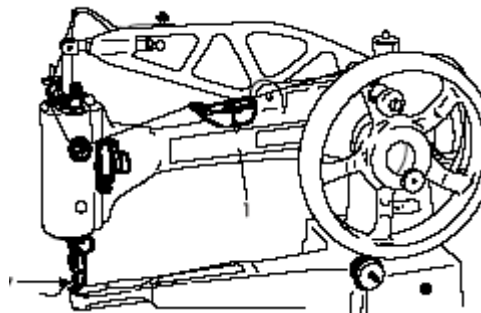

Рис. 20
2. Поднимите проволочный направитель в маслосборнике на верху рукава и пропустите нить под направителем 1, затем прижмите направитель обратно в обычное положение. См. Рис. 20.